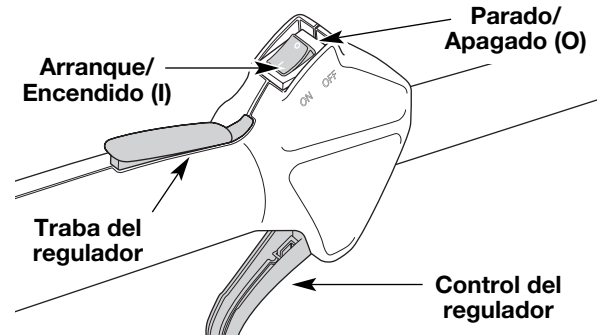

Fig. 16
2. Coloque el control de encendido y apagado en posición de **APAGADO (O)** (Fig. 16).